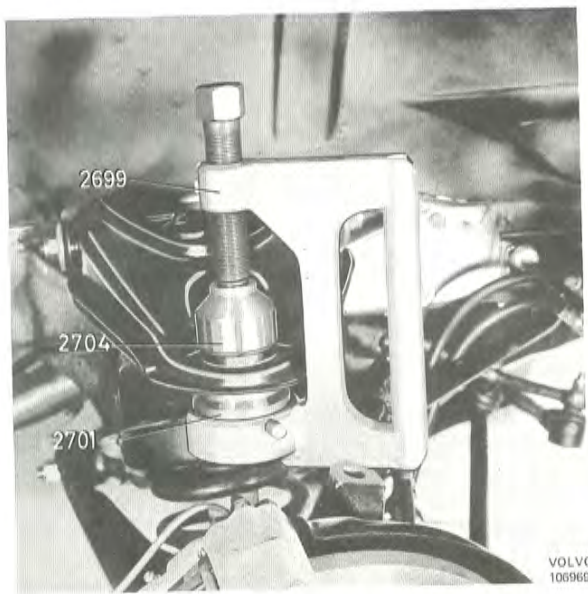

Bild 27. Montering av övre kulle
2. Pressa kulleiden i länkararmen med pressverktyg 2699, hylsan 2701 och dornen 2704, bild 27. Se härvid till att urtaget i kulleiden kommer i linje med länkararmens längdaxel (inom $\pm 8^\circ$) antingen utåt eller inåt, bild 26, eftersom tappens har största rörelsen efter denna linje. Skulle kulleiden vid ipressning äntra (komma något snett) vrids verktyget 2699 ett halvt varv och kulleiden pressas i rätt läge.